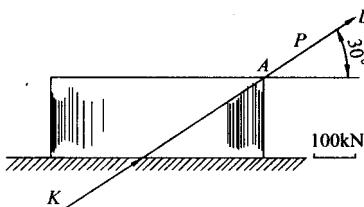

图 1-1-1
由力的三要素可知，力是矢量，可以用一有方向的线段来表示，称为力的图示法，如图 1-1-1 所示。有向线段的长度可以按比例表示力的大小；有方向线段的方
(1) 刚体：在任何外力作用下，大小和形状始终保持不变的物体，称为刚体。
(2) 力的作用线：通过力的作用点沿力的方向的直线称为力的作用线。如图 1-1-1 中 K、L 直线。
(3) 力系：作用在物体上的一群力或一组力称为力系。
(4) 平衡状态：物体相对于地球处于静止或作匀速直线运动时，称物体处于平衡状态。
(5) 平衡力系：如果物体在某一力系作用下处于平衡状态，则该力系称为平衡力系。
(6) 平衡条件：力系平衡必须满足的条件。
(7) 等效力系：作用在物体上的一个力系，如果可以用另一个力系来代替，而不改变力系对物体的作用效果，则这两个力系互称为等效力系。